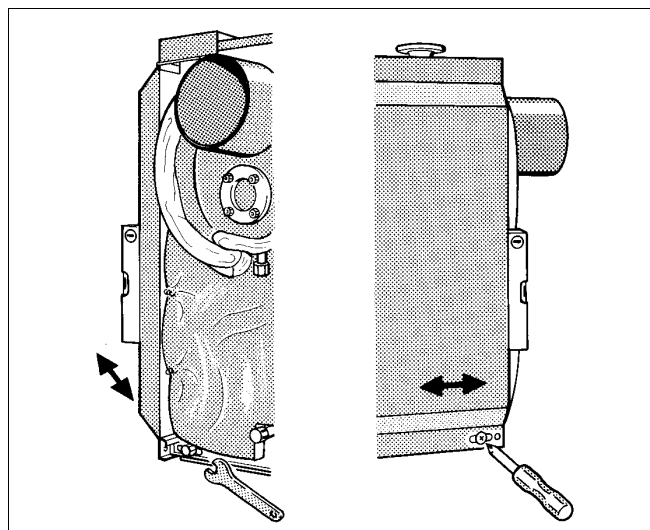

Fig. 15 Montaj manta
După orientarea verticală înșurubați șuruburile hexagonale în traversa de jos (Fig. 15).
- După orientarea verticală, înșurubați șuruburile hexagonale în traversa de jos (Fig. 15).
- Înșurubați șuruburile din tablă la cadrele laterale (Fig. 15).